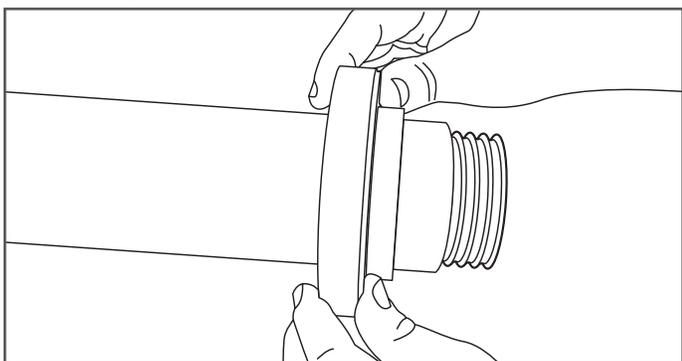

Figure 8-9
9. Retirez la section arrière du raccord DoubleTrac® (Figure 8-9).